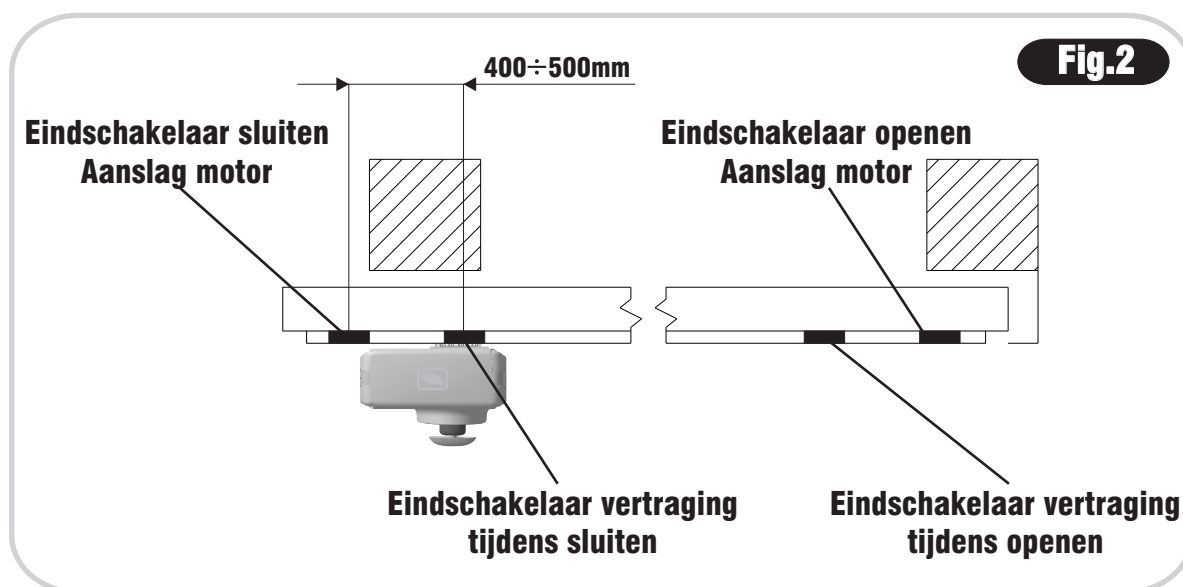

Fig.2
- De vertraging bij het openen en sluiten wordt aangestuurd door 2 aanvullende magneten die in de gewenste positie gemonteerd moeten worden, op een minimumafstand van minstens 400 mm ten opzichte van de magneten die dienen als eindschakelaar (Fig.2). De vertraging is instelbaar met de hiervoor bestemde trimmer (SLOW).
- 5 Controleer de correcte positie van de eindschakelaars (**Fig.2**). Let op de correcte plaatsing van de magneten.